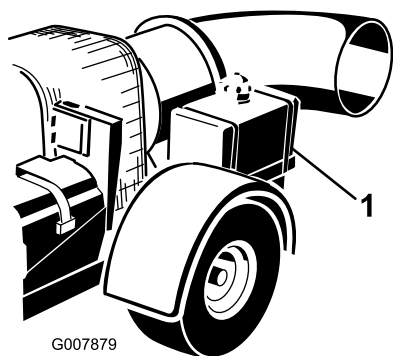

Figura 15
2. Limpe a zona em redor da tampa do depósito de combustível e retire-a (Figura 15).